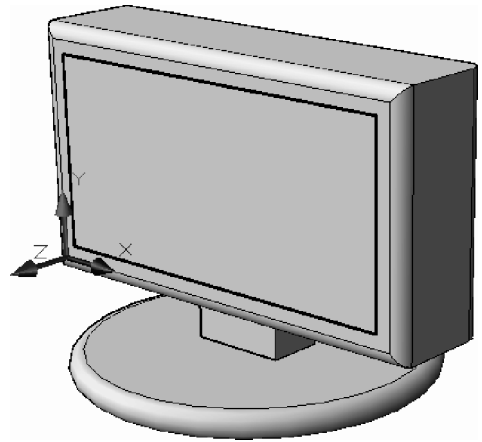

Fig. 7.9 Conturul ecranului
12. Se desenează un dreptunghi (conturul ecranului) – vezi Fig. 7.9. Din meniul **Draw** se selectează *Rectangle*.